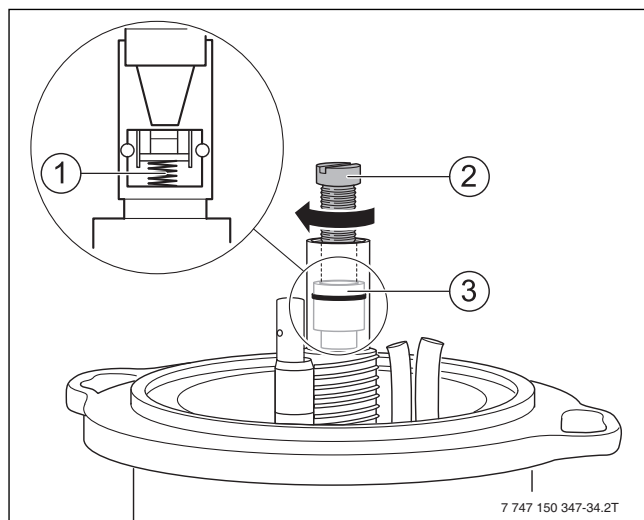

Рис. 39 Замена запорного клапана
- Выньте запорный клапан (→ рис. 39, [3]).